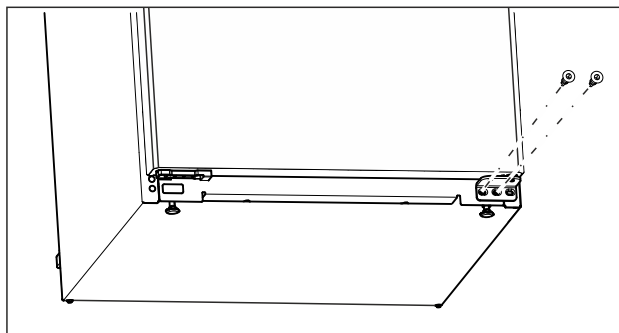

Fig. 15
- ▶ Keerake alumisel laagripukil keskmine kruvi Torx 20 kruvi-keerajaga välja. (vt. Fig. 15)
- ▶ Keerake alumisel laagripukil sisemine kruvi Torx 20 kruvi-keerajaga välja. (vt. Fig. 15)